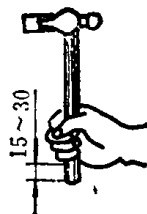

图 1-5 手锤的握法
2. 手锤握法 手锤用右手握持，虎口对准锤头的方位，以便施力，见图 1-5。木柄的尾部露出约 15~30 毫米。